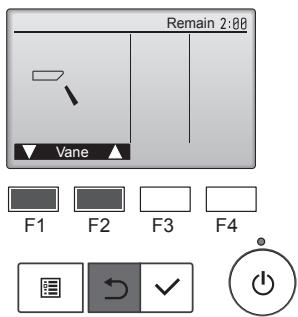

Fig. 7-6
- ① С помощью кнопок **F1** **F2** проверьте работу заслонки в автоматическом режиме. (Fig. 7-6)
- ② Нажмите кнопку для возврата в режим "Test run" (Тестовый прогон).
- ③ Нажмите кнопку .